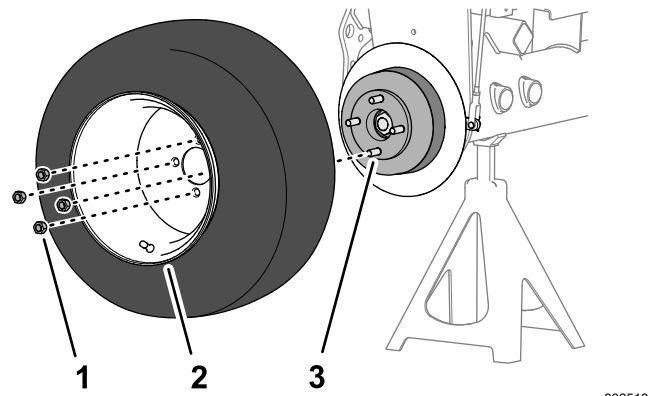

图 75
- 1. 用 4 个车轮螺母将车轮组装到轮毂上图 75 并用手拧紧。